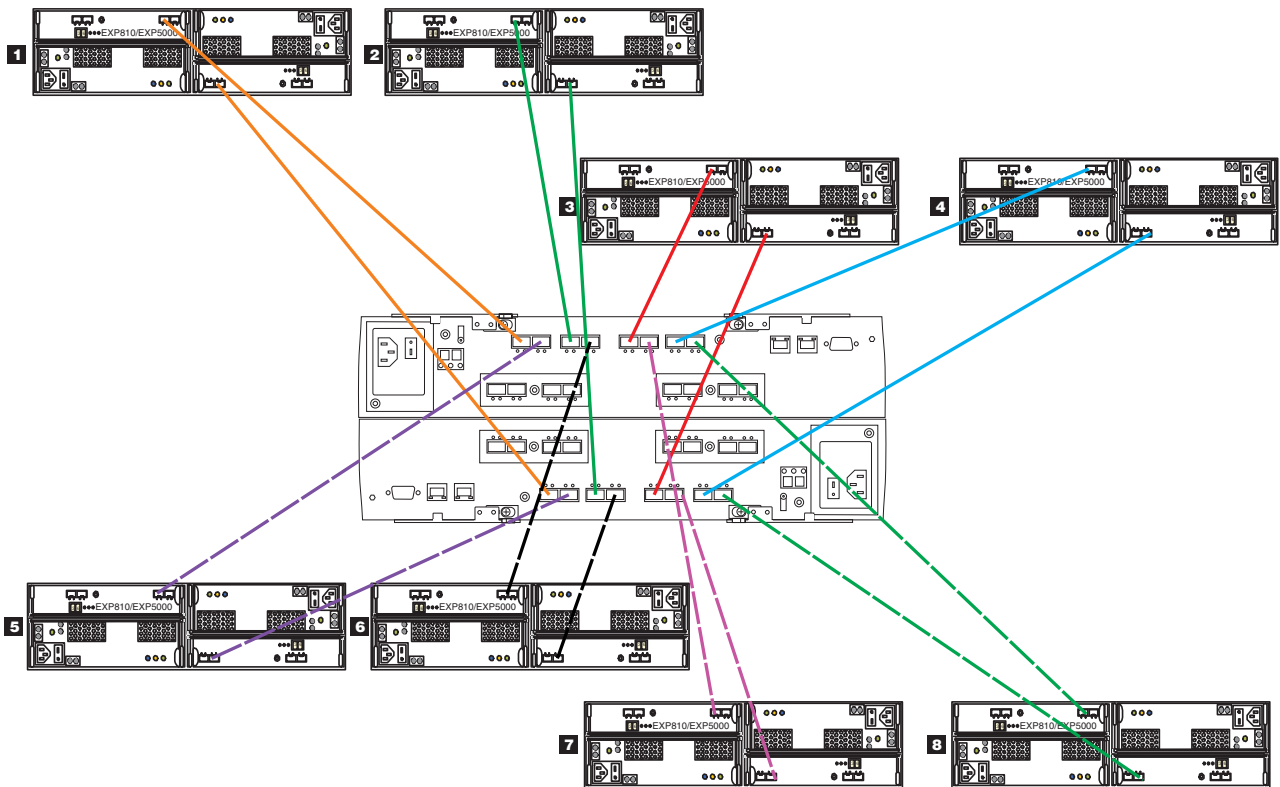

图 10. 连接存储机柜时使用全部的驱动器通道端口
- 将存储机柜连接到驱动器迷你集线器时，请勿使用 DS4400 或 DS4500 存储子系统中每个驱动器迷你集线器的所有端口。请将光纤通道电缆仅连接至驱动器迷你集线器的一个端口中，并将其他端口留空。但是，将存储机柜连接到驱动器通道端口（如 DS4200、DS4700、DS4800、DS5020、DS5100 和 DS5300 存储子系统）时，请使用每个驱动器通道上的所有端口。图 10 显示了如何将八个存储机柜连接到 DS5000 存储子系统。连接八个机柜，用完 DS5000 存储系统中的所有驱动器通道端口，而不是将这些存储机柜堆叠连接到部分驱动器通道端口上。